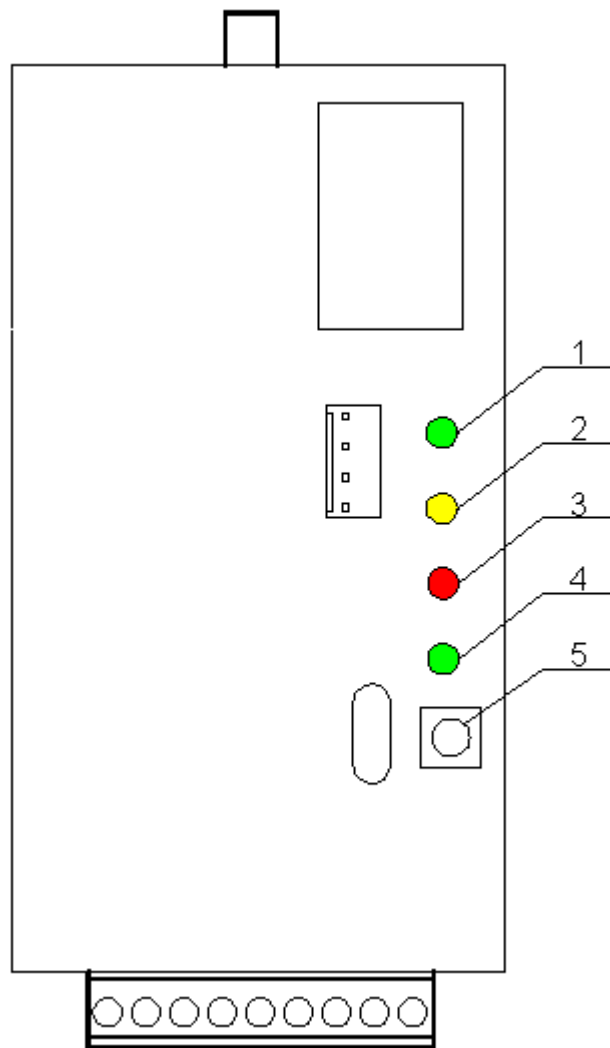

Рис.2. Коммуникатор с открытой крышкой
- 2) Нажать и удерживать кнопку активации режима проверки сигнала (см Рис.2)
После инициализации модема и нахождения зоны, коммуникатор отобразит уровень GSM-сигнала, используя индикаторы СММ и LINE (см. Рис.2).